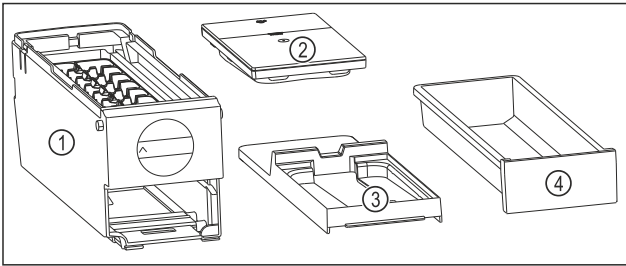

Fig. 84 Bestanddelen van de EasyTwist-Ice
- EasyTwist-Ice is in vier delen gedemonteerd. (zie Fig. 84)
- ▶ EasyTwist-Ice alleen in afgebeelde bestanddelen demonteren. (zie Fig. 84)
- ▶ EasyTwist-Ice-corpus Fig. 84 (1) als geheel reinigen.